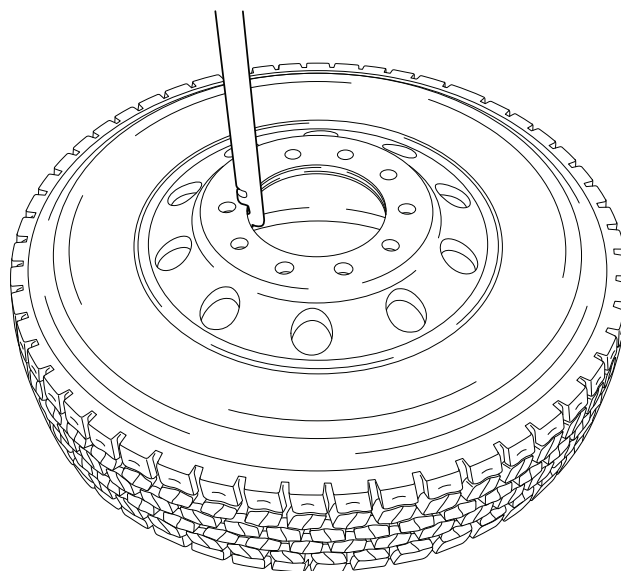

Figure 2
1. **Roue en aluminium** : accrochez la deuxième encoche (marquée ALUMINIUM WHEEL [ROUE EN ALUMINIUM]) du culbuteur de roue à la jante de la roue comme indiqué sur la figure 2.